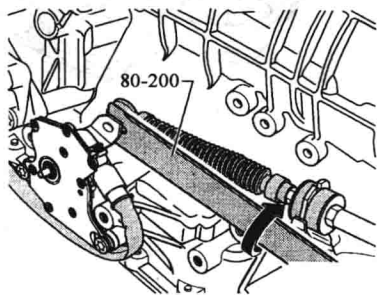
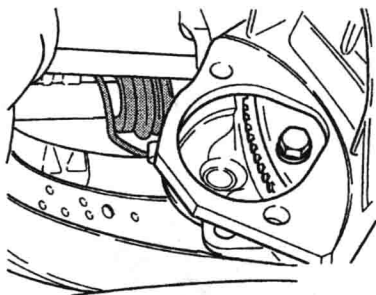

图 1-17 换挡杆拉索
图 1-18 发动机/变速器螺栓
(6) 拆卸换挡杆拉索,如图 1-17 所示。
(7) 分离发动机/变速器:
① 拆卸起动机。
② 用专用工具 V175 从驱动盘上选下_____。
③ 从_____拆卸发动机/变速器连接螺栓,如图 1-18 所示。